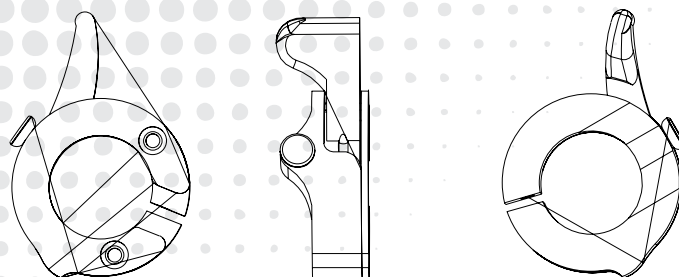

Figura 3 – Posição de montagem do kit da trava
- 2 - Posicione a alavanca de modo que o acionamento seja feito sempre empurrando o dedo para frente e nunca para baixo. A alavanca deve ficar posicionada para cima, conforme está ilustrado na figura 3.